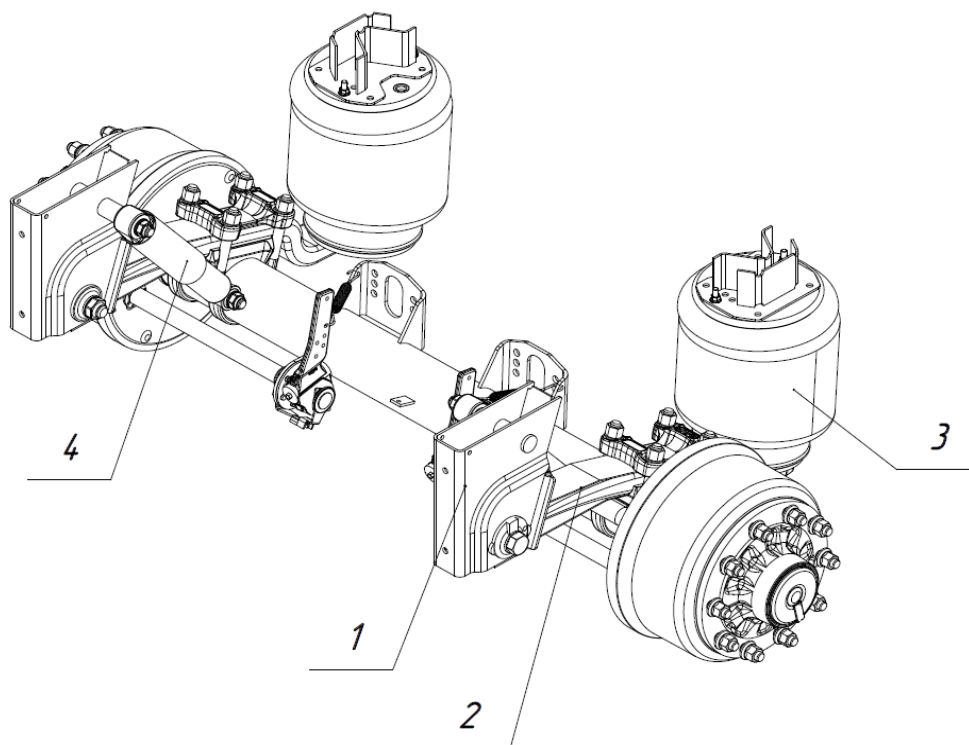

Рис. 1.5 - Осовой агрегат на пневмоподвеске
Пневматическая подвеска (рис. 1.5.) состоит из кронштейнов подвески (1), рессор (2), амортизаторов (4), пневмобаллонов (3) и пневмосистемы, состоящей из накопительных ресиверов, клапанов, датчиков уровня и трубопроводов подачи воздуха к пневмобаллонам.